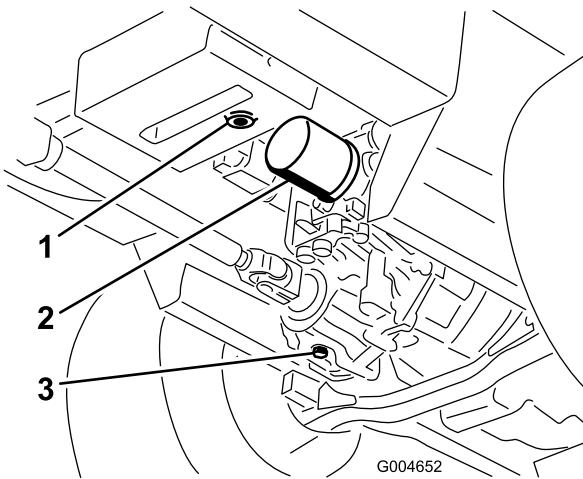

Figura 86
3. Coloque un recipiente grande debajo del depósito de aceite hidráulico y el alojamiento de la transmisión y retire los tapones; deje que se vacíe todo el aceite hidráulico (Figura 86).
4. Limpie la zona alrededor del filtro de aceite hidráulico y retire el filtro (Figura 86).